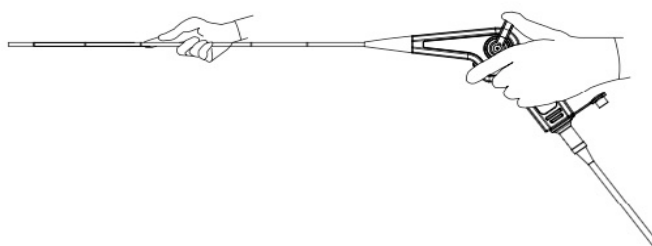

Fig 3.4
4. Segurando o tubo de inserção suavemente com a mão, passe cuidadosamente as pontas dos dedos por todo o comprimento do tubo de inserção em ambas as direções (Fig 3.4). Confirme se não há nenhum objeto parando a mão ou protrusão de fio metálico de dentro e ao redor do tubo de inserção e que o tubo de inserção não é anormalmente rígido.